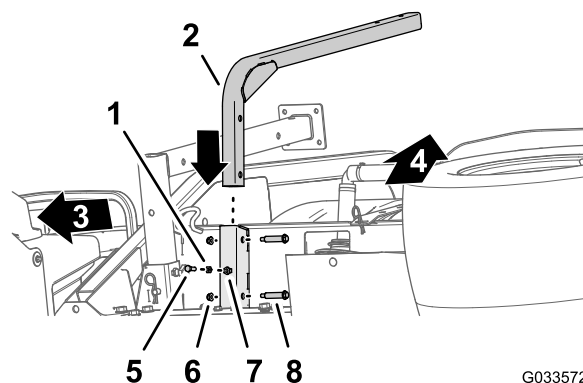

Figura 46
1. Alinhe o tubo de apoio do depósito de água limpa com o canal de suporte do depósito (Figura 46).
2. Alinhe os orifícios do tubo de apoio com os orifícios no canal (Figura 46).
3. Prenda o tubo ao canal (Figura 46) com os dois parafusos com olhal (1/2 pol. x 1-15/16 pol.) e duas porcas de bloqueio (5/16 pol.).
5. Enrosque a porca de retenção (5/16 pol.) no parafuso (5/16 pol. x 1 pol.) como se mostra na Figura 46.
6. Enrosque o parafuso (5/16 pol. x 1 pol.) e uma porca de retenção na porca soldada na parte inferior do canal de suporte do depósito e aperte o parafuso e a porca à mão (Figura 46).